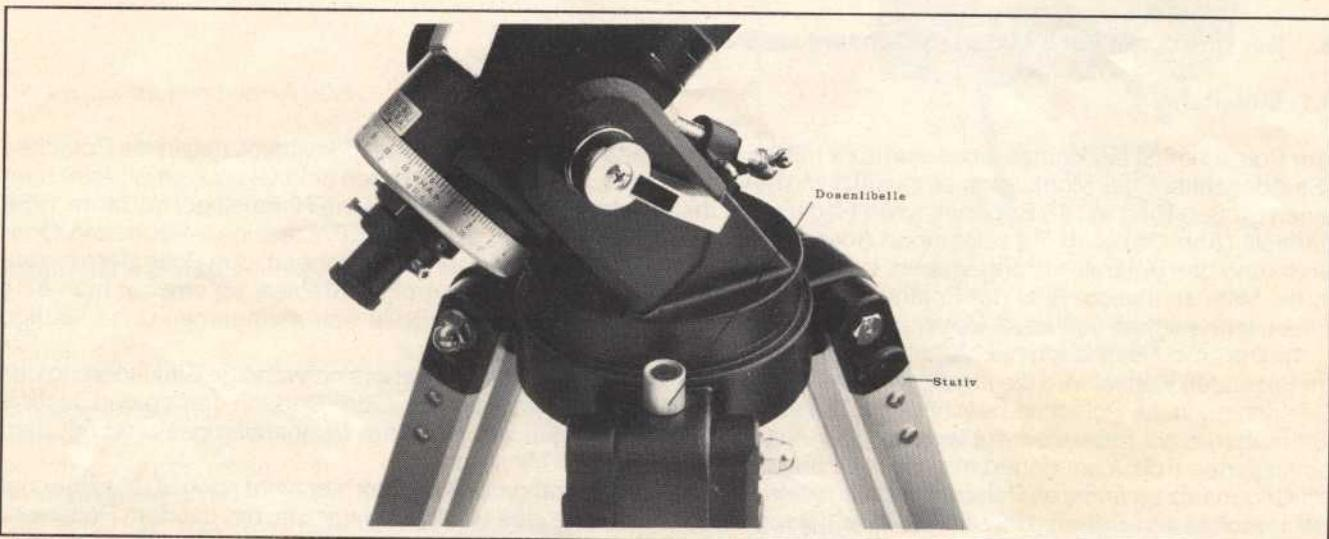

Abb. 32: Die auf dem Dreibein aufgeschraubte Dosenlibelle
- Mit Hilfe der Dosenlibelle wird das Stativ nun horizontal ausgerichtet (Abb. 32).